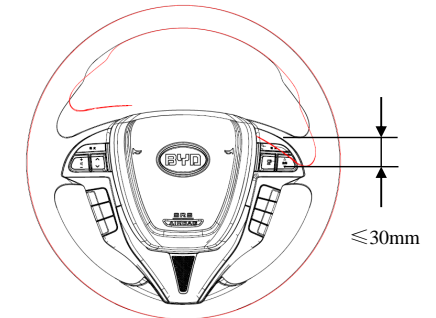

图3-2 转向盘自由行程示意图
- 2) 向左或向右轻轻转动转向盘, 检查转向盘的自由行程。如图3-2所示, 转向盘最大自由行程不大于30mm。如果自由行程超过最大值, 需检查